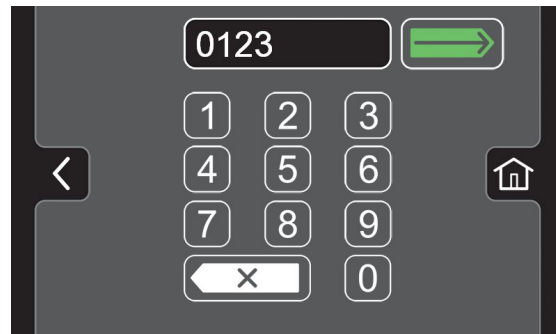

ABB. 145
5. Erstellen Sie eine zugewiesene Login- Nummer für das neue Benutzerprofil, dann drücken Sie den grünen Pfeil (Abbildung 145). Die neue Login- Nummer kann aus einer beliebigen Zahlenkombination mit 3 bis 8 Ziffern bestehen.